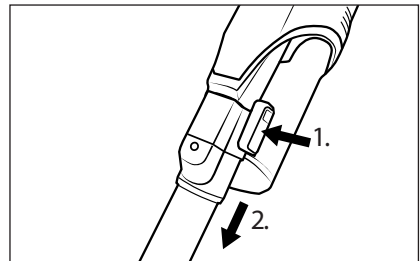

Fig. 11
- ◆ Pour retirer le tube d'aspiration ㉗ de l'appareil, maintenez la touche de déverrouillage du tube d'aspiration ㉘ enfoncée et retirez le tube d'aspiration ㉗ de l'orifice d'aspiration de l'appareil (voir fig. 11).